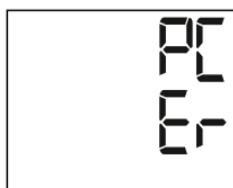

Fig. 2
■ In caso di trasmissione dei dati non riuscita, sul display del misuratore di pressione viene rappresentato il messaggio di errore raffigurato nella Fig. 2.